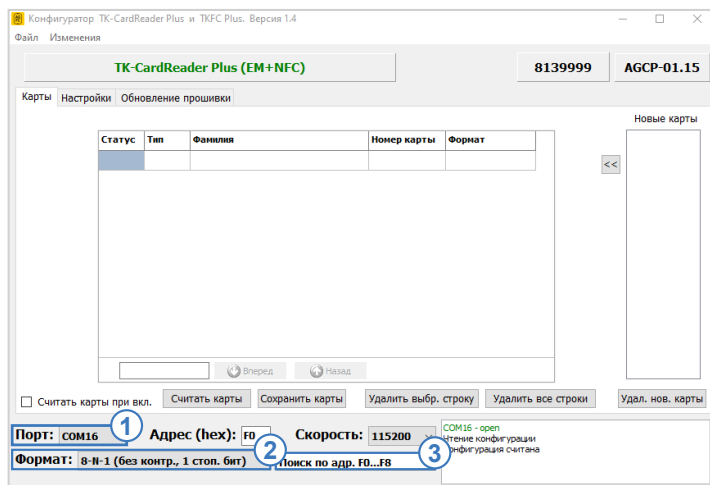

Рис.14. Поиск по адресам от F0 до F7
- в конфигураторе выбрать COM-порт к которому подключен считыватель (Рис.14, п.1). Посмотреть порт устройства можно в Диспетчере устройств системы;
- настроить формат передачи. По умолчанию – 8-N-1 (Рис.14, п.2);
- выбрать диапазон адресов считывателей – Поиск по адресам F0...F7 (Рис.14, п.3);